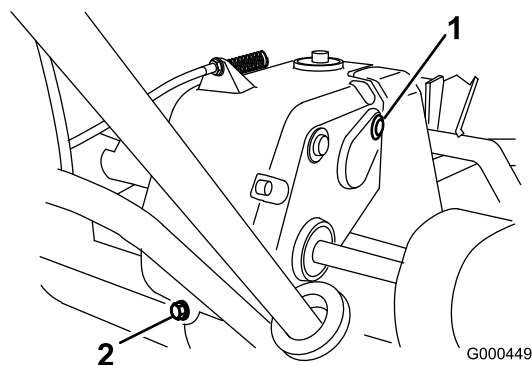

図 30
2. トランスミッション後部にあるドレン・プラグ (図 30) を抜いてオイルを抜く。
3. ハンドルを押さえて機体を後ろにそらす。トランスミッション右側にある点検・補給プラグ (図 30) を抜き取る。